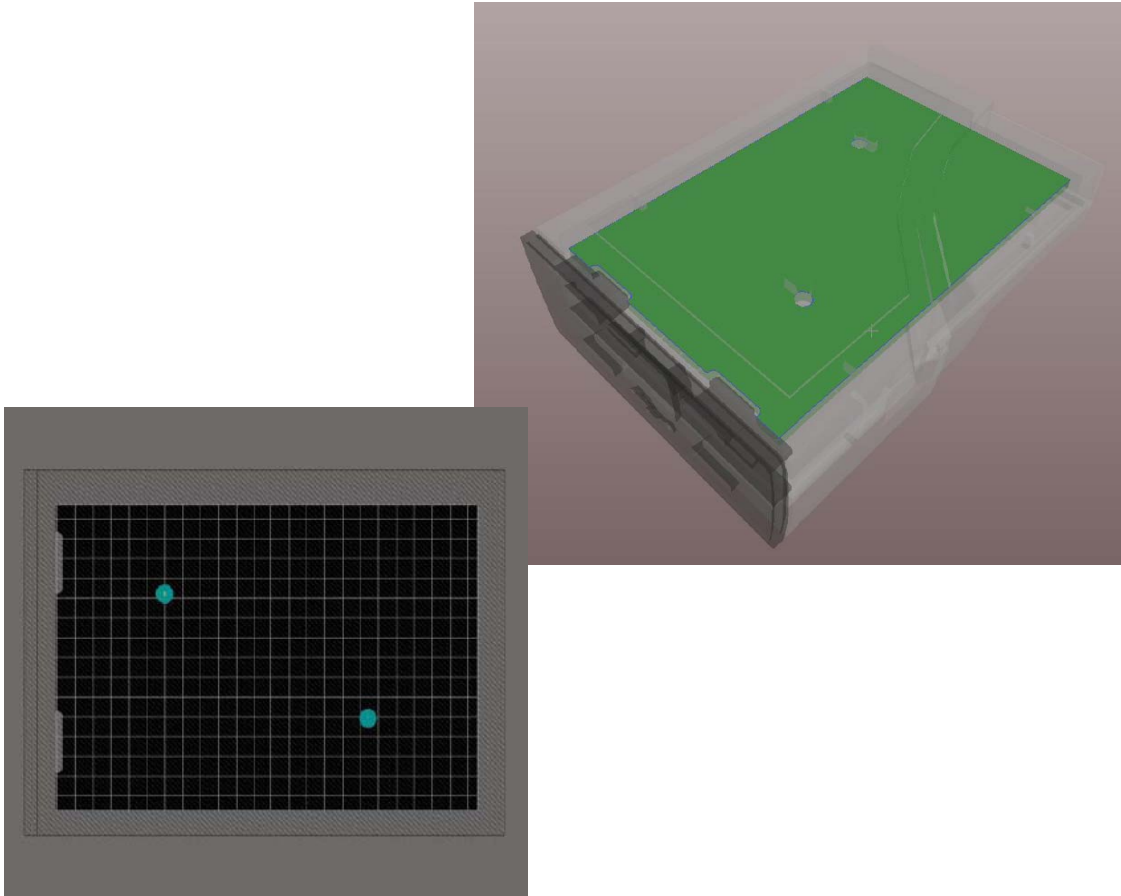

图 39 由 STEP 模型来生成 PCB 板形
5. 选择 Design/Board Shape/Define from 3D body，用鼠标在 3D body 上选择一个平面，则自动生成一个板形型。如图 39 所示。